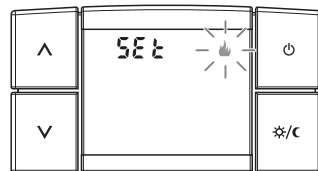

fig. 21
- Tout de suite après, l'écran affichera l'inscription **S E t** et la modalité de fonctionnement configurée se met à clignoter (**HIVER**  ou **ÉTÉ** ) (exemple sur la fig. 21).
- tout de suite après, l'écran affichera l'inscription **S E t** et la modalité de fonctionnement configurée se met à clignoter (**HIVER**  ou **ÉTÉ** ) (exemple sur la fig. 21).